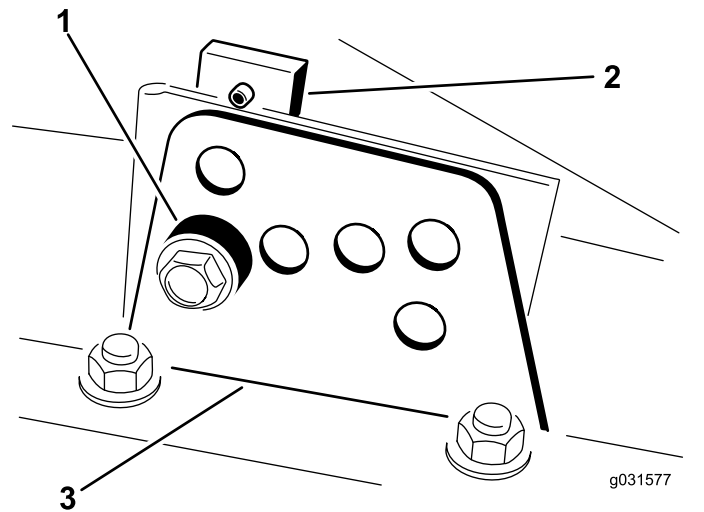

図 18
2. 図 18のように、各刈り高ブラケットを刈り高プレート前と右と左に固定しているボルトをゆるめる。
4. チェンバを支えておきながらスペーサを取り外す 図 18。